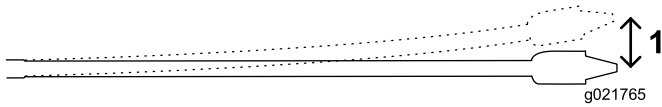

Figure 25
Les tiges de 3 mètres utilisées sur cette machine peuvent présenter une flèche de 8 % sur toute leur longueur, ce qui correspond à une courbure maximale de 20 cm par rapport à une ligne droite (Figure 25).
- Insérez les premiers 3 mètres d'outil/tige de forage dans le sol en ligne droite. La fin de l'outil de forage sera à 76 cm de profondeur (Figure 25).